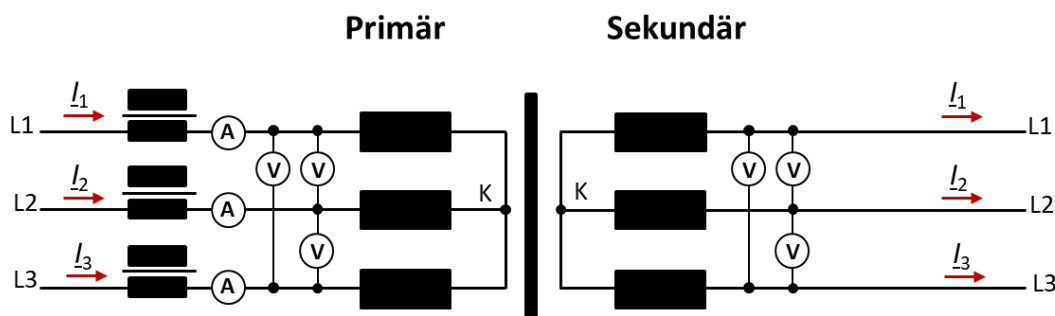

Bild 9: Leerlaufversuch
- Zeigen Sie anhand dieses Zeigerdiagramms, warum Sie im Leerlaufversuch (Bild 9) mit der Aronschaltung eine negative Wirkleistung P_1 messen.